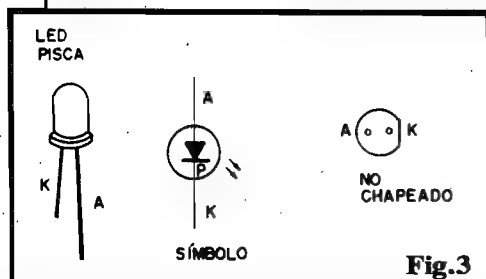

Fig. 3
- FIG. 3 - O LED "PISCA" - Esse componente, externamente, nada difere de um LED comum... A semelhança é tão completa que, se um LED "pisca" for "jogado" numa caixinha que já contenha alguns LEDs comuns, da mesma cor, a única maneira de posteriormente identificá-lo é testando um a um, todos os componentes! Cuidado, portanto, para não "misturar" o dito LED especial com os demais... A figura mostra (para benefício dos principiantes...) o dito LED "pisca" em aparência, símbolo e estilização especialmente usada no chapeado do PILEP. Notem alguns pontos importantes: embora em tese LEDs "pisca" de qualquer cor possam ser usados no circuito do PILEP, recomendamos enfaticamente que o componente seja do tipo vermelho, standard (redondo, 5 mm), já que os mais seguros resultados de Laboratório foram obtidos com tal peça... Cuidado, também, com a aquisição de eventuais "refugos" industriais, que campeiam pelas Lojas "menos honestas"... É bom exigir que o LED pisca seja testado no momento da aquisição, ou então apenas comprá-lo em fornecedor de reconhecida ética co-